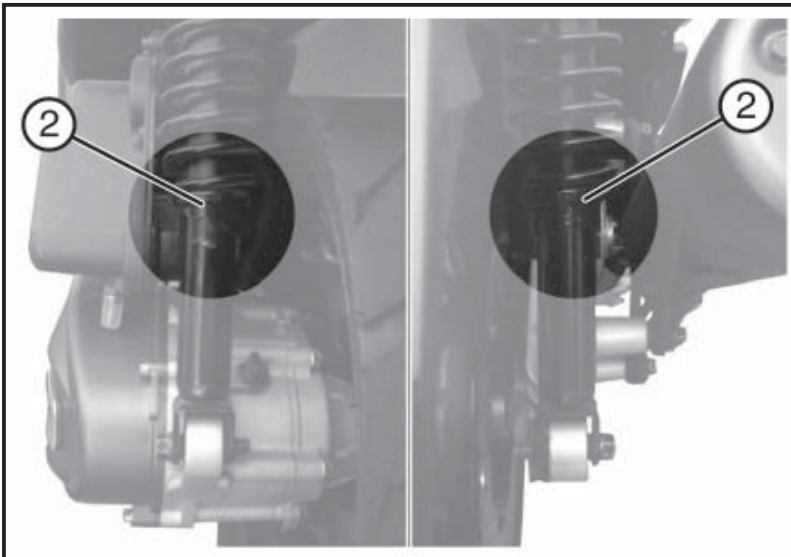

Abb. 02
4.24 EINSTELLUNG STOSSDÄMPFER (Abb. 02)